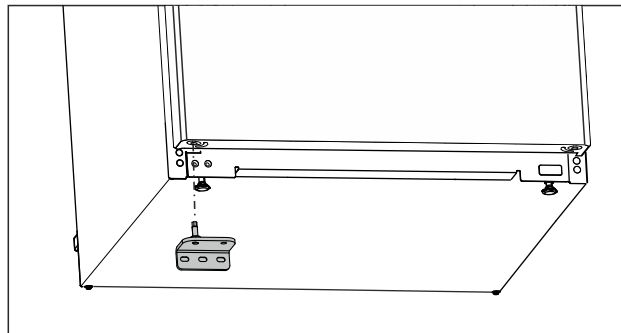

Fig. 24
- ▶ Поставете долната лагерна стойка от другата страна. (виж Fig. 24)